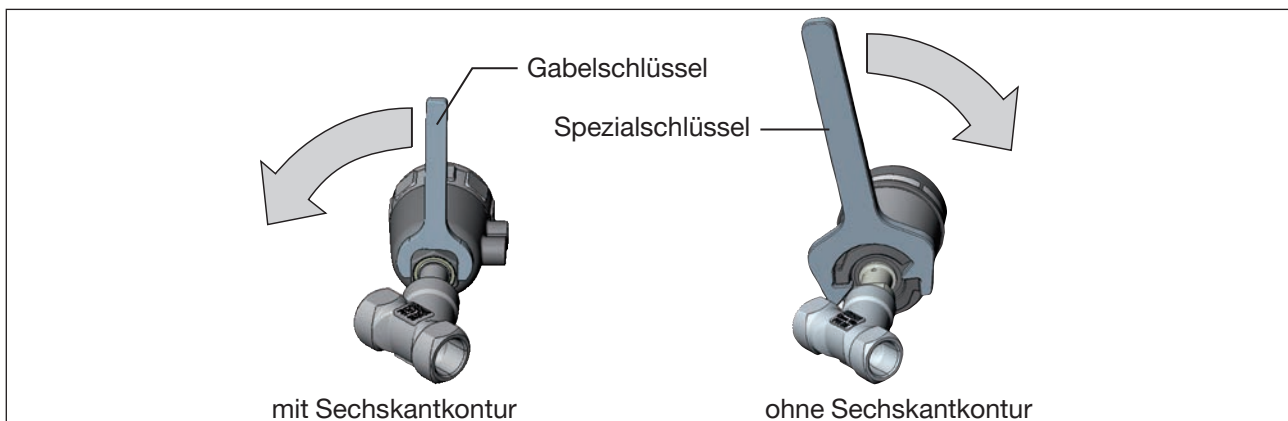

Bild 29: Drehen mit Spezialschlüssel oder Gabelschlüssel
- Das Antriebsmodul nur im vorgegebenen Richtungssinn drehen (siehe „Bild 29“).